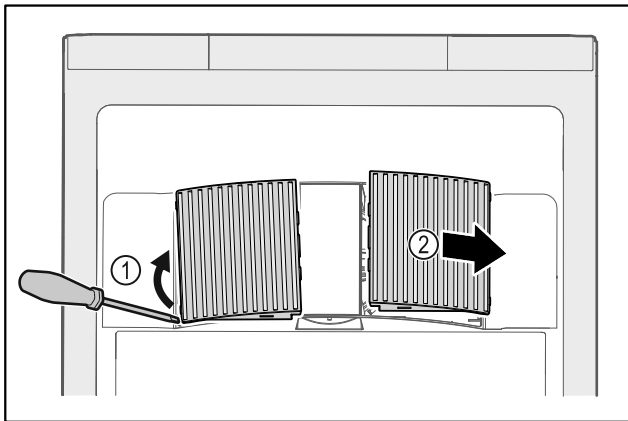

Fig. 172
- ▶ Haga palanca con cuidado para sacar las cubiertas de los ventiladores por el lateral Fig. 172 (1) y retírelas hacia la parte delantera. Fig. 172 (2).